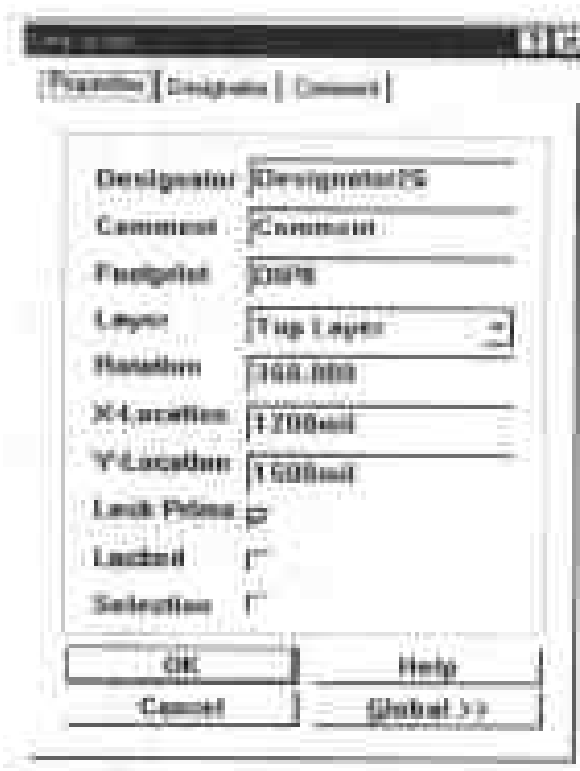

图 5-13 Properties 标签页
(1) 当在放置零件封装时从键盘上按 Tab 键。
(2) 用鼠标左键双击已经放置好的零件封装。
(3) 选中零件封装,然后单击鼠标右键,从弹出菜单中选取 Properties 命令。零件封装属性设置对话框如图 5-13 所示。
从图 5-13 可以看出,零件封装属性设置对话框中有三个标签页,即“Properties”、“Designator”和“Comment”,点不同的标签将进入相应的标签页。从标签的名称可看出,三个标签页是分别对应零件封装的三部分,即零件封装整体、零件封装的零件序号(Designator xx)、零件封装的零件名称(Comment)。下面分别介绍。
1) Properties 标签页: Properties 标签页如图 5-13 所示,此标签页有以下 10 个编辑选项: